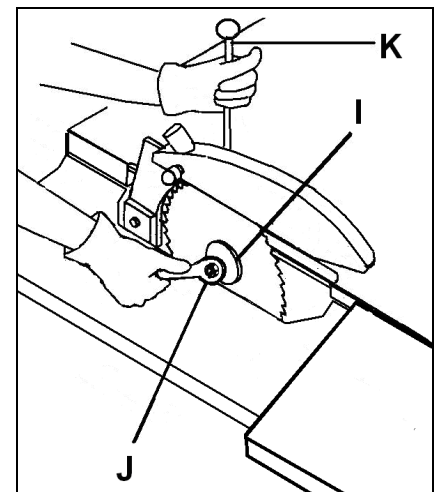

Fig 19
Lösen Sie die Spannmutter (J, Fig 19). Sichern Sie dabei die Sägewelle mit dem Steckstift (K) gegen Verdrehen.